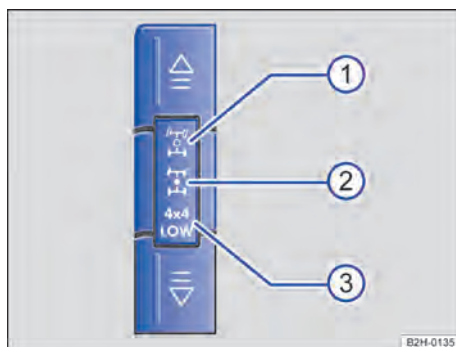

Fig. 142 No console central: botões para ligar e desligar a tração nas quatro rodas.
Em veículos com tração nas quatro rodas selecionável, na condição inicial, a tração traseira sempre está ativa. A tração nas quatro rodas é acionada manualmente em duas etapas pelas teclas no console central → Fig. 142.
Utilizar a tração traseira em ruas secas com solo firme. Com a tração traseira acionada, acende-se o símbolo → Fig. 142 ① no console central.
- Pressionar novamente o botão  com o motor em funcionamento e a tração nas quatro rodas acionada (4X4 HIGH). 4X4 LOW pisca durante alguns segundos no instrumento combinado. A tração nas quatro rodas com nível de rodagem intensamente reduzido (4X4 LOW) estará ativada se no instrumento combinado e no console central 4X4 LOW → Fig. 142 ③ estiver acesa de modo permanente.